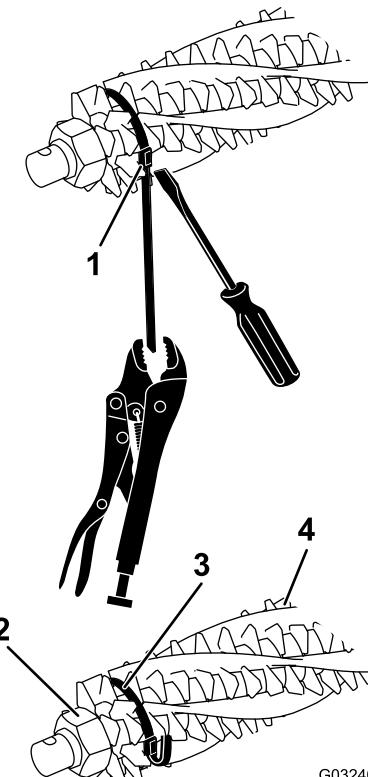
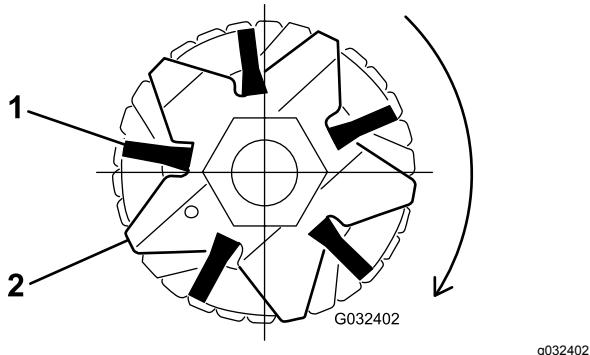

Figure 19
Figure 21
2. Desserrez les écrous de fixation de la lame du groomer à chaque extrémité de l'arbre du groomer (Figure 19).
4. Engagez bien les brosses dans les fentes des lames du groomer (Figure 19 et Figure 21).
5. Enroulez les attaches sans les serrer, comme montré à la Figure 19, autour de l'arbre de cylindre et des brosses en les insérant dans les fentes des brosses Figure 21.
Remarque: Si les brosses ne sont pas engagées correctement dans les fentes des lames, desserrez les écrous de fixation des lames à chaque extrémité de l'arbre du groomer, positionnez les brosses correctement dans les fentes, puis resserrez les écrous de fixation (Figure 19).
7. Tout en poussant un tournevis contre la boucle des attaches, saisissez chaque attache avec une pince-étai et tirez dessus jusqu'à ce qu'elle se bloque dans les rainures de la brosse (Figure 19).